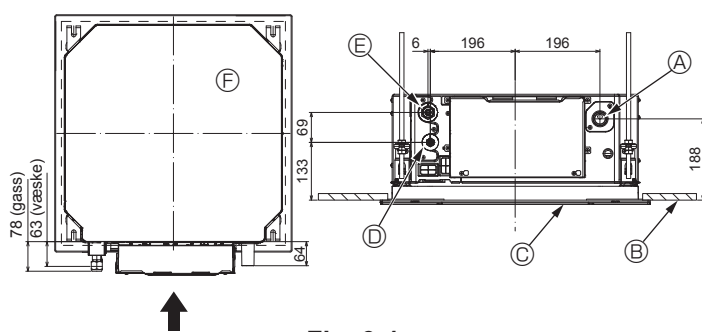

Fig. 3-1
3.1. Plassering av kjølemedierør og avløpsrør for innendørsenheten (Fig. 3-1)
- (A) Avløpsrør